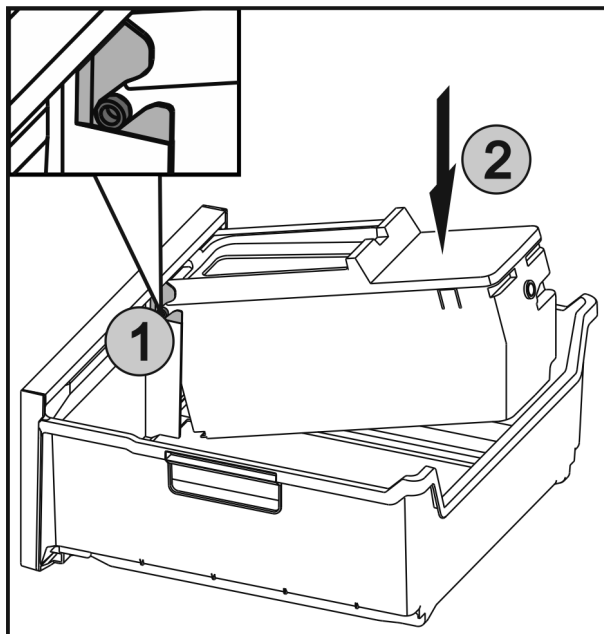

Fig. 32
- ▶ Zasuňte osy Fig. 32 (1) na EasyTwist-Ice do vedení a zatlačte zadní stranu Fig. 32 (2) tak, aby západka zaklapla.